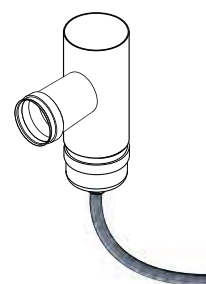

Fig. 5.7a
- ☞ Si possible prévoir un tube d'évacuation des condensats au niveau de la sortie de la fumée (Fig. 5.7a).